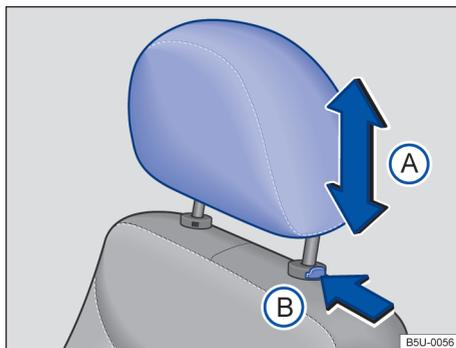

Fig. 65 Apoio para cabeça dianteiros: desinstalar.
- Pressionar o botão → Fig. 65 B no sentido da seta. Retirar o apoio para cabeça com o botão pressionado.
- Empurrar o apoio para a cabeça totalmente para baixo com o botão → Fig. 65  pressionado.